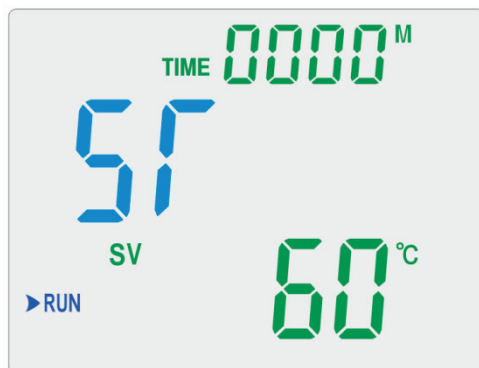

Рисунок 4
- 8.2.2. Снова нажать кнопку «НАСТР», регулятор перейдёт в режим установки таймера (Рисунок 4). При этом в средней строке дисплея отображается надпись «SG», а в верхней – текущее значение времени работы при заданной температуре. Чтобы его изменить использовать кнопку ◀ для выбора разряда и кнопки ▲ или ▼ для изменения его значения.